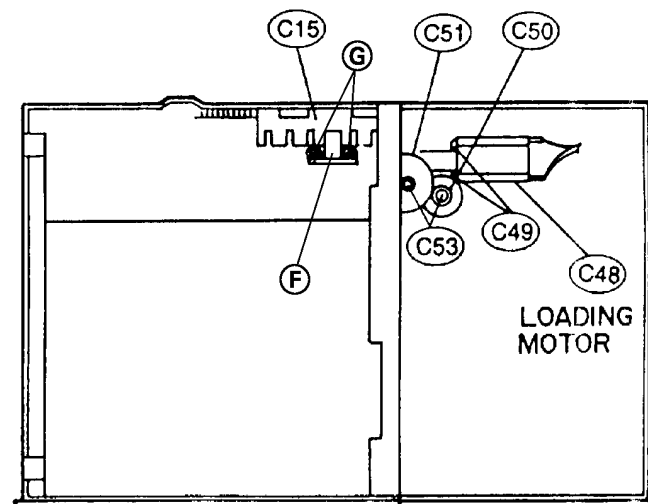

Fig. 3
- Kunststoffscheiben **C53** abziehen (Fig. 3).
- Zahnräder **C50** und **C51** herausnehmen (Fig. 3).
- 2 Schrauben **C49** herauserschrauben (Fig. 3).
- Loading-Motor **C48** ablöten und herausnehmen (Fig. 3).
- 2 Schrauben **I** herauserschrauben (Fig. 3).
- Loosen and remove the plastic washers **C53** (Fig. 3).
- Pull off the gear wheels **C50** and **C51** (Fig. 3).
- Undo 2 screws **C49** (Fig. 3).
- Unsolder the Lift Motor **C48** and take it out (Fig. 3).
- Undo 2 screws **I** (Fig. 3).